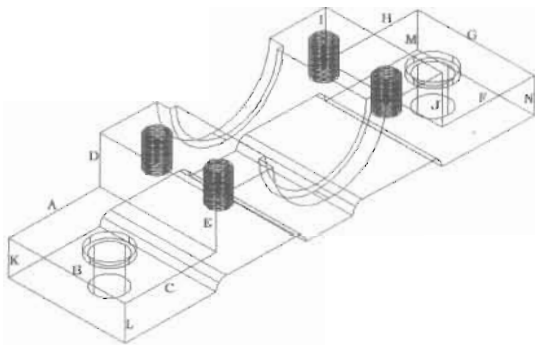

图 14-140
(6) 把生成的螺纹实体复制 3 份, 然后分别与 4 个螺孔组合, 接着使用 Subtract 命令把螺纹实体从中挖掉, 即完成内螺纹的制作, 如图 14-140 所示。